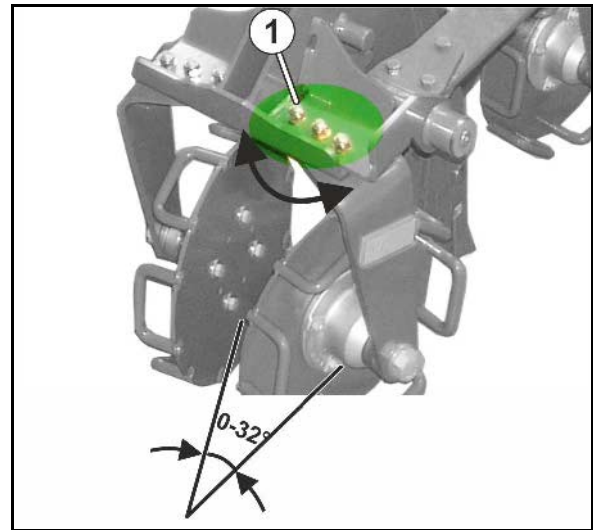

Fig. 91
1. Verschraubungen (Fig. 91/1) einer Rolle lösen.